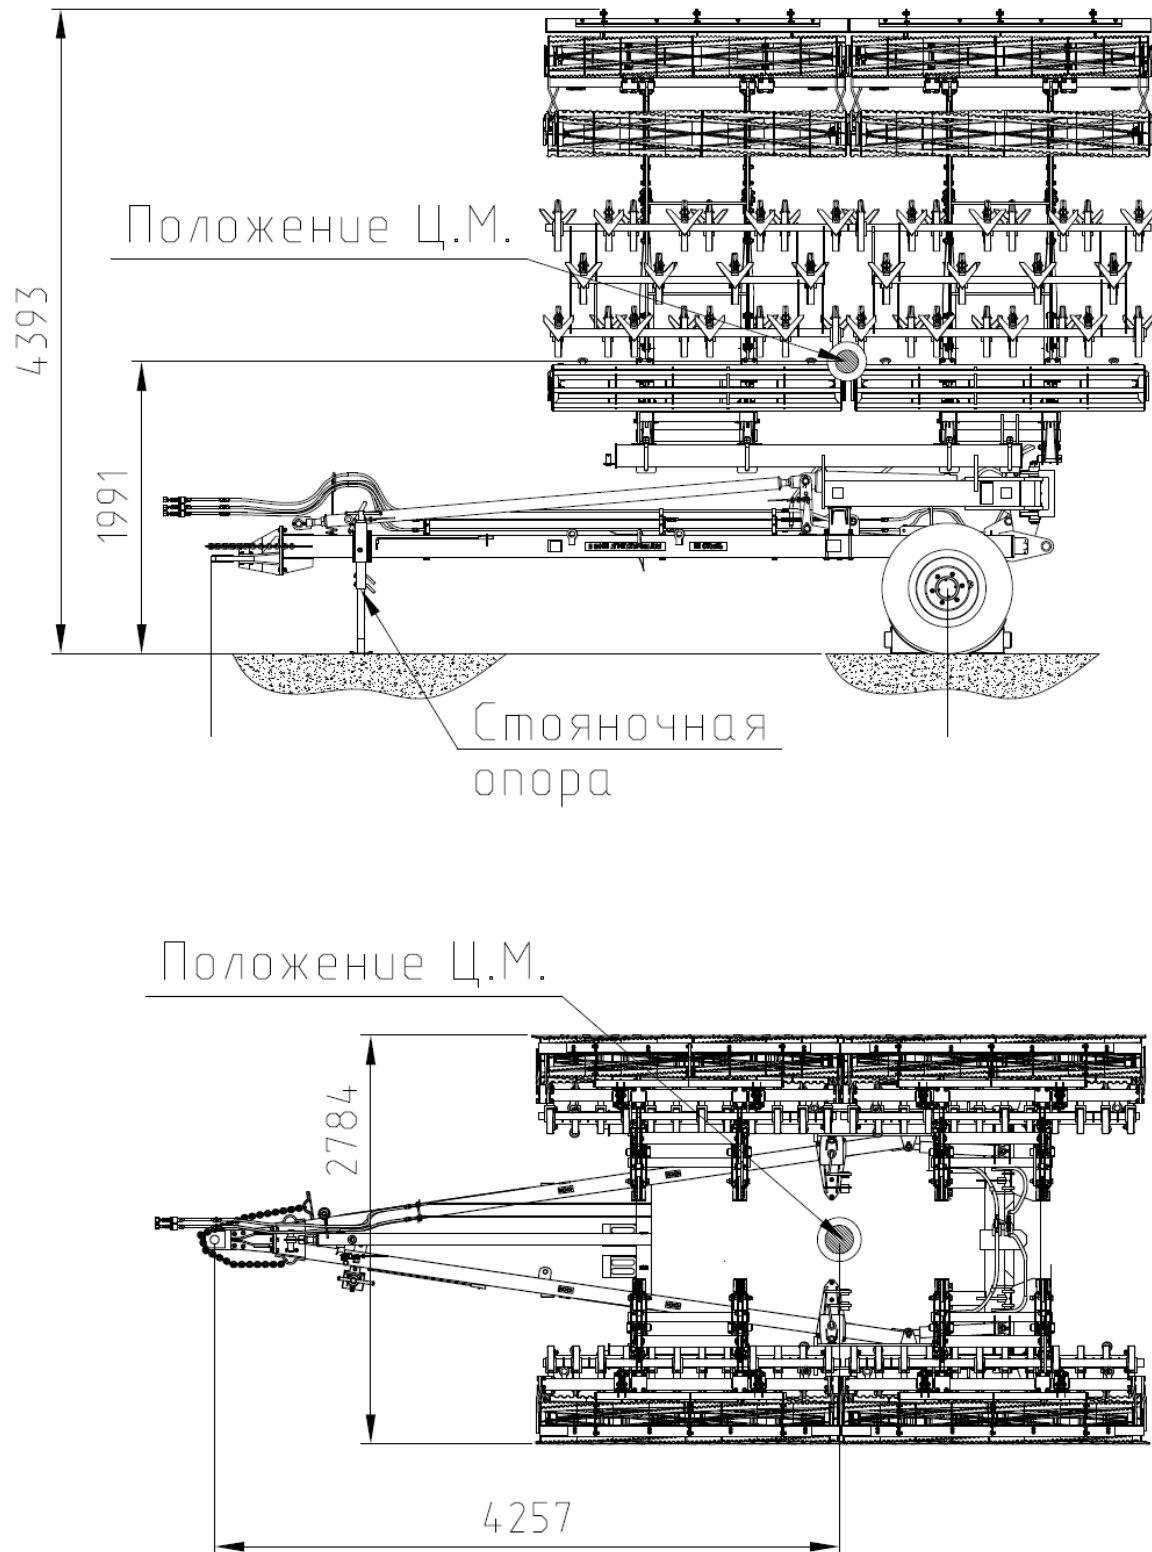

Рис.12 Расположение центра тяжести культиватора.
33. Расположение центра масс.	См. рис.12
- отсоединять культиватор в транспортном положении от трактора без установленной стояночной опоры (рис.12) на боковой балке;